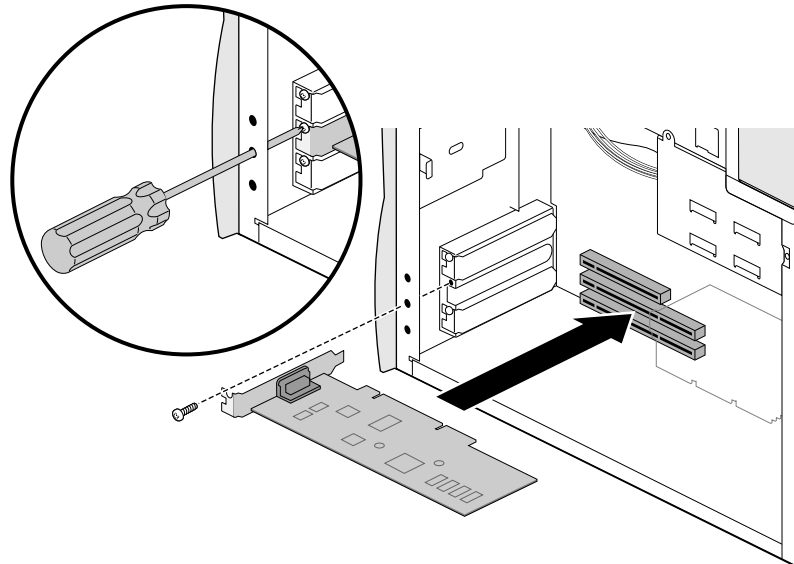

Abbildung 5-2 Installieren einer PCI-Karte
6. Installieren Sie die neue Karte wie in Abbildung 5-2.